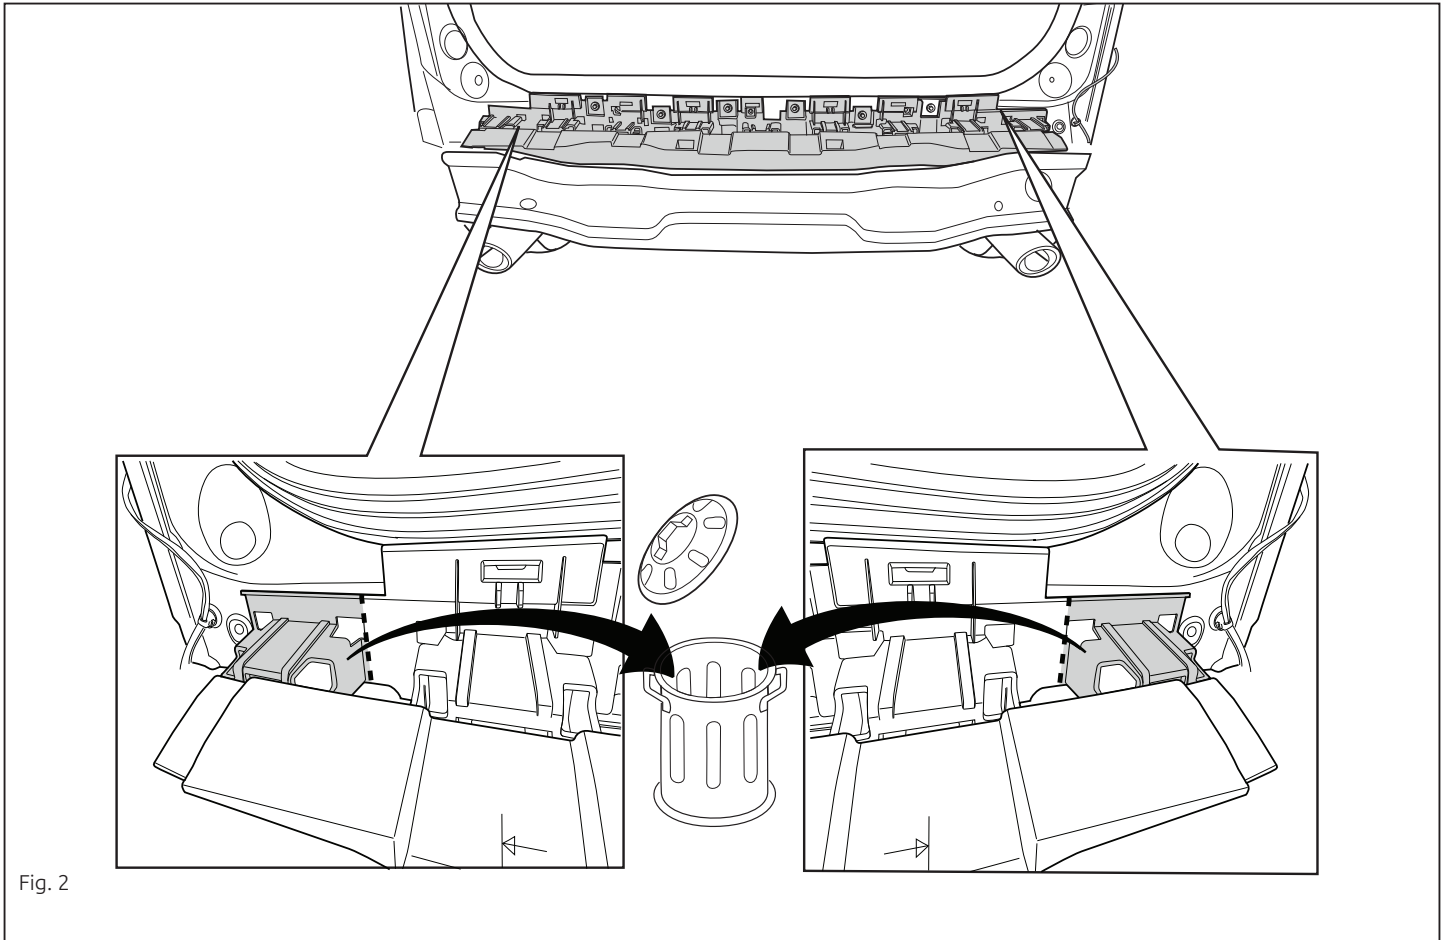

Fig. 2
3. Выпилить обозначенные части, как указано на рис. 2.